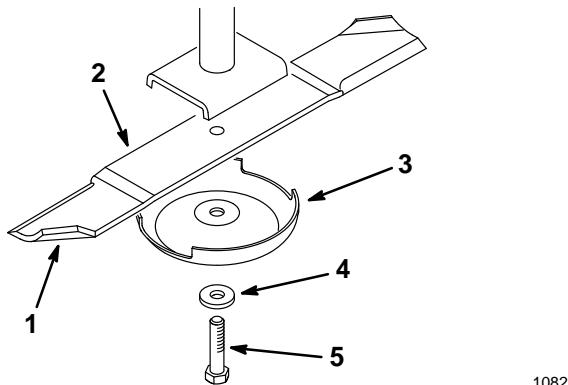
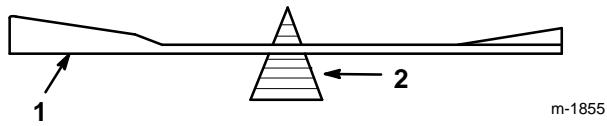

Figure 16
Figure 18
Tenir la lame par l'extrémité avec un chiffon ou un gant épais. Retirer de l'arbre de lame le boulon, la rondelle-frein, la coupelle de protection et la lame (Fig. 16).
2. Vérifier l'équilibre de la lame en la plaçant sur un équilibrEUR (Fig. 18). Si la lame reste horizontale, elle est équilibrée et peut être utilisée. Si la lame est déséquilibrée, limer un peu l'extrémité de la partie incurvée (Fig. 16). Vérifier de nouveau et répéter la procédure jusqu'à ce que la lame soit équilibrée.
1. Placer la lame sur son arbre (Fig. 16).
2. Mettre en place la coupelle de protection, rondelle-frein et le boulon de lame (Fig. 16). Serrer le boulon à 115 à 149 N•m (85-110 ft-lb).